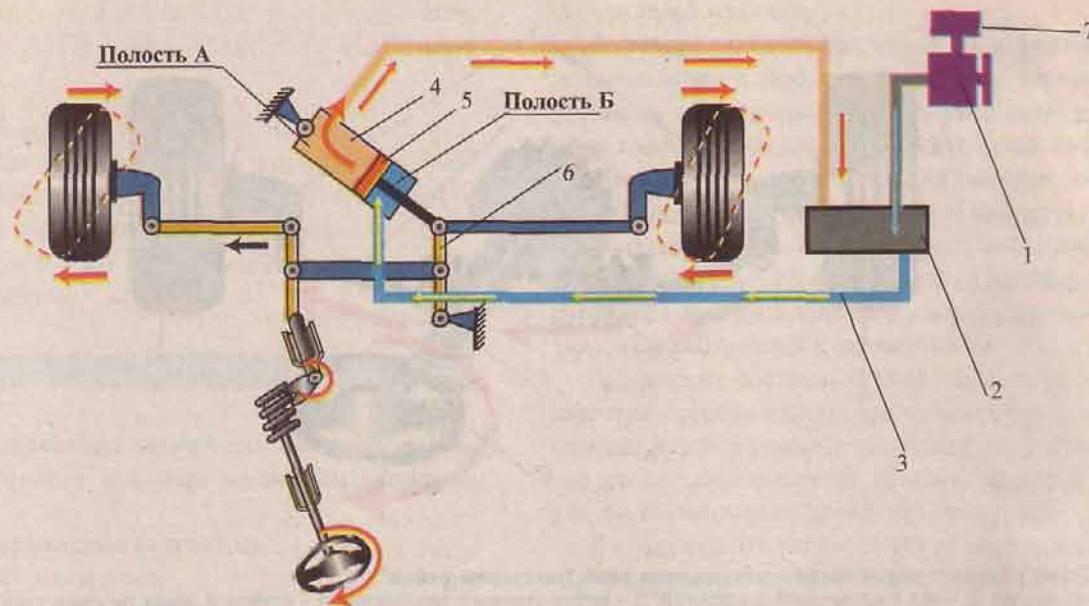

Рис. 49 Схема гидроусилителя рулевого управления
**Гидроусилитель** (рис. 49) **предназначен** для облегчения работы водителя при повороте рулевого колеса. Он состоит из насоса, распределительного устройства и гидроцилиндра.
При повороте рулевого колеса распределительное устройство направляет жидкость под давлением в одну из полостей гидроцилиндра, тем самым, помогая водителю на поворотах. При повороте налево, жидкость под давлением поступает в полость «А» (рис. 49), а при повороте направо в полость «Б». Когда двигатель не работает, поворот руля будет осуществляться с заметным усилием, так как гидроусилитель не действует.